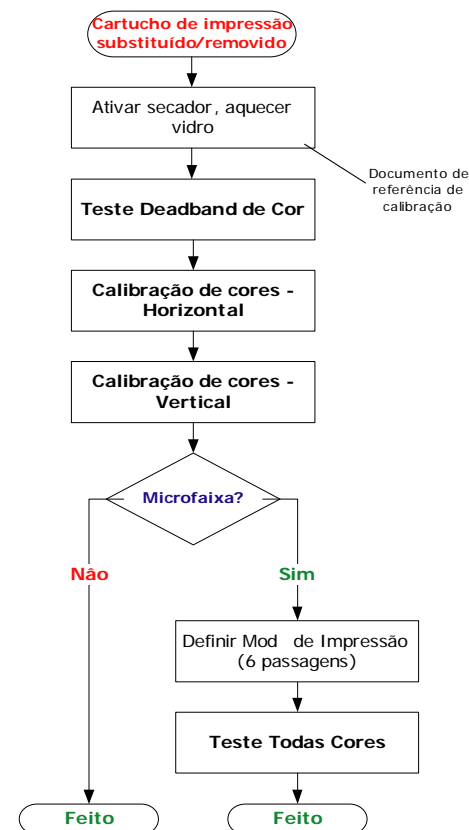

Figura 2. Calibração após remoção/instalação de um cartucho de impressão
- *Após remover/instalar um cartucho de impressão* – use o fluxograma da Figura 2.